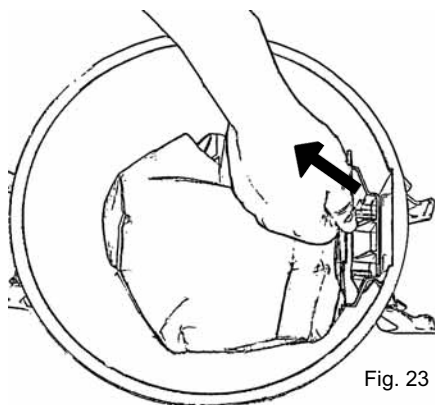

Fig. 23
6. Extraer la bolsa de polvo sujetando la pestaña de cartón y extrayéndola cuidadosamente junto con la bolsa del recipiente, Fig. 23.